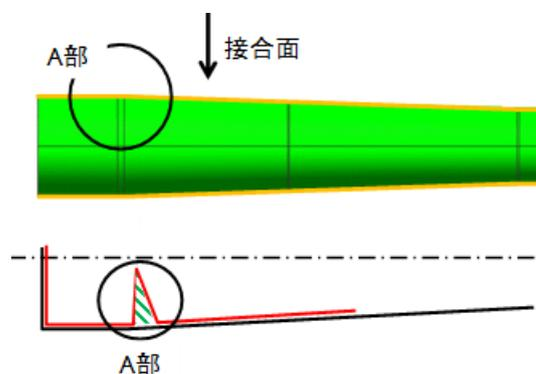

図7 周長可変パイプの展開形状と余肉
ニークなU-O成形部品であることから、次の2つの課題があった。①製品の展開形状とブランク形状の余肉（A部）によって生じる「シワ」（図7）を抑制すること。
②結合面をI字形の合わせ面で隙を